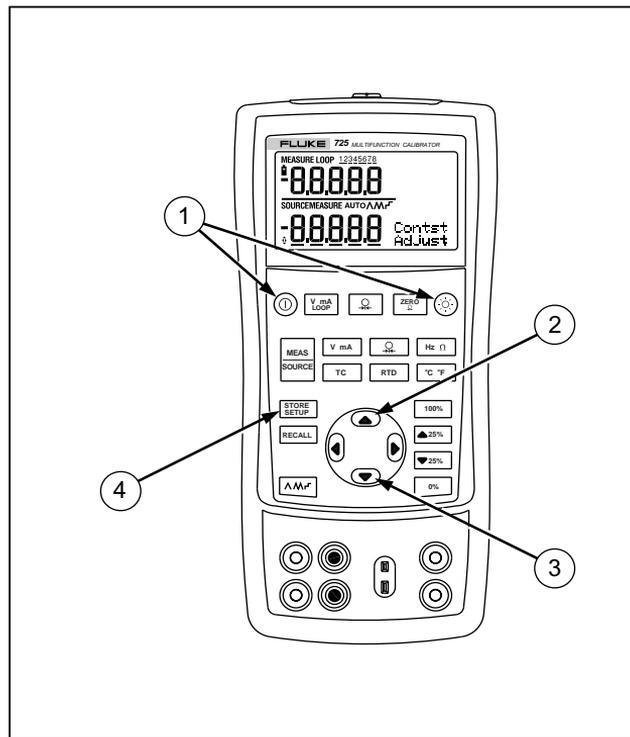

図 6. コントラストの調整
1. 図 6 のように「コントラストの調整」が表示されるまで **0%** および **0%** を押します。